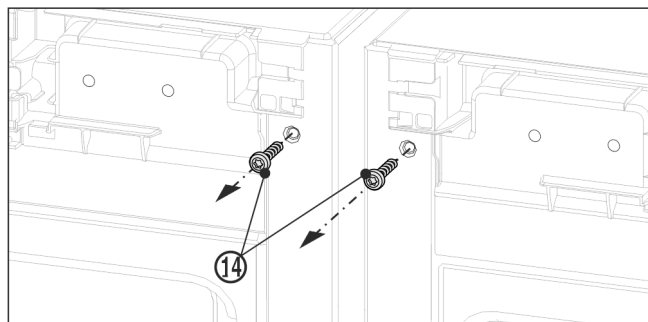

Fig. 12
- ▶ Skruva ut båda jordskruvarna Fig. 12 (14) innan du monterar den övre vinkeln.